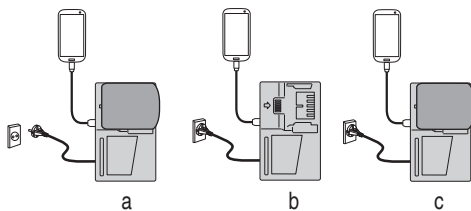

Fig. 7
- Carga de un dispositivo USB mediante batería (Fig. 7-a)
- Cargar un dispositivo USB desde una toma de corriente eléctrica (Fig. 7-b)
- Cargar un dispositivo USB y su batería desde una toma de corriente eléctrica (Fig. 7-c)